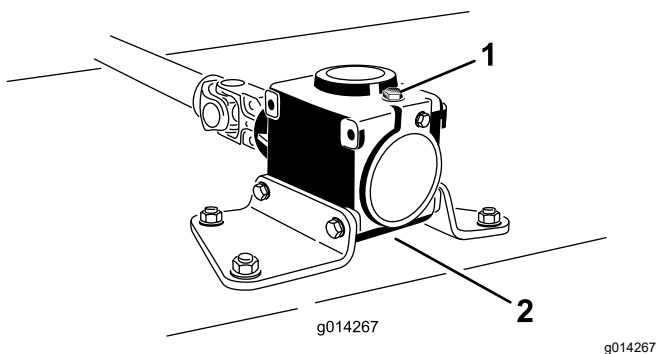

Figura 24
6. Retire la varilla/ tapón de llenado de la parte superior de la caja de engranajes (Figura 24) y asegúrese de que el lubricante está entre las marcas de la varilla.
6. Retire el tapón de llenado/varilla de la parte superior de la caja de engranajes (Figura 24).